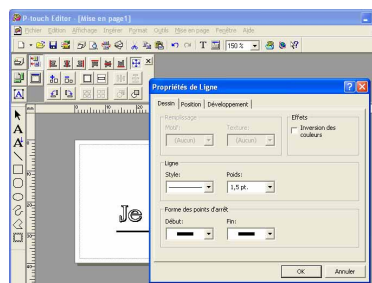

figure 15
- 2 Dans l'onglet Dessin, sélectionnez le style et/ou la largeur de la ligne, puis cliquez sur le bouton OK (voir la figure 15).